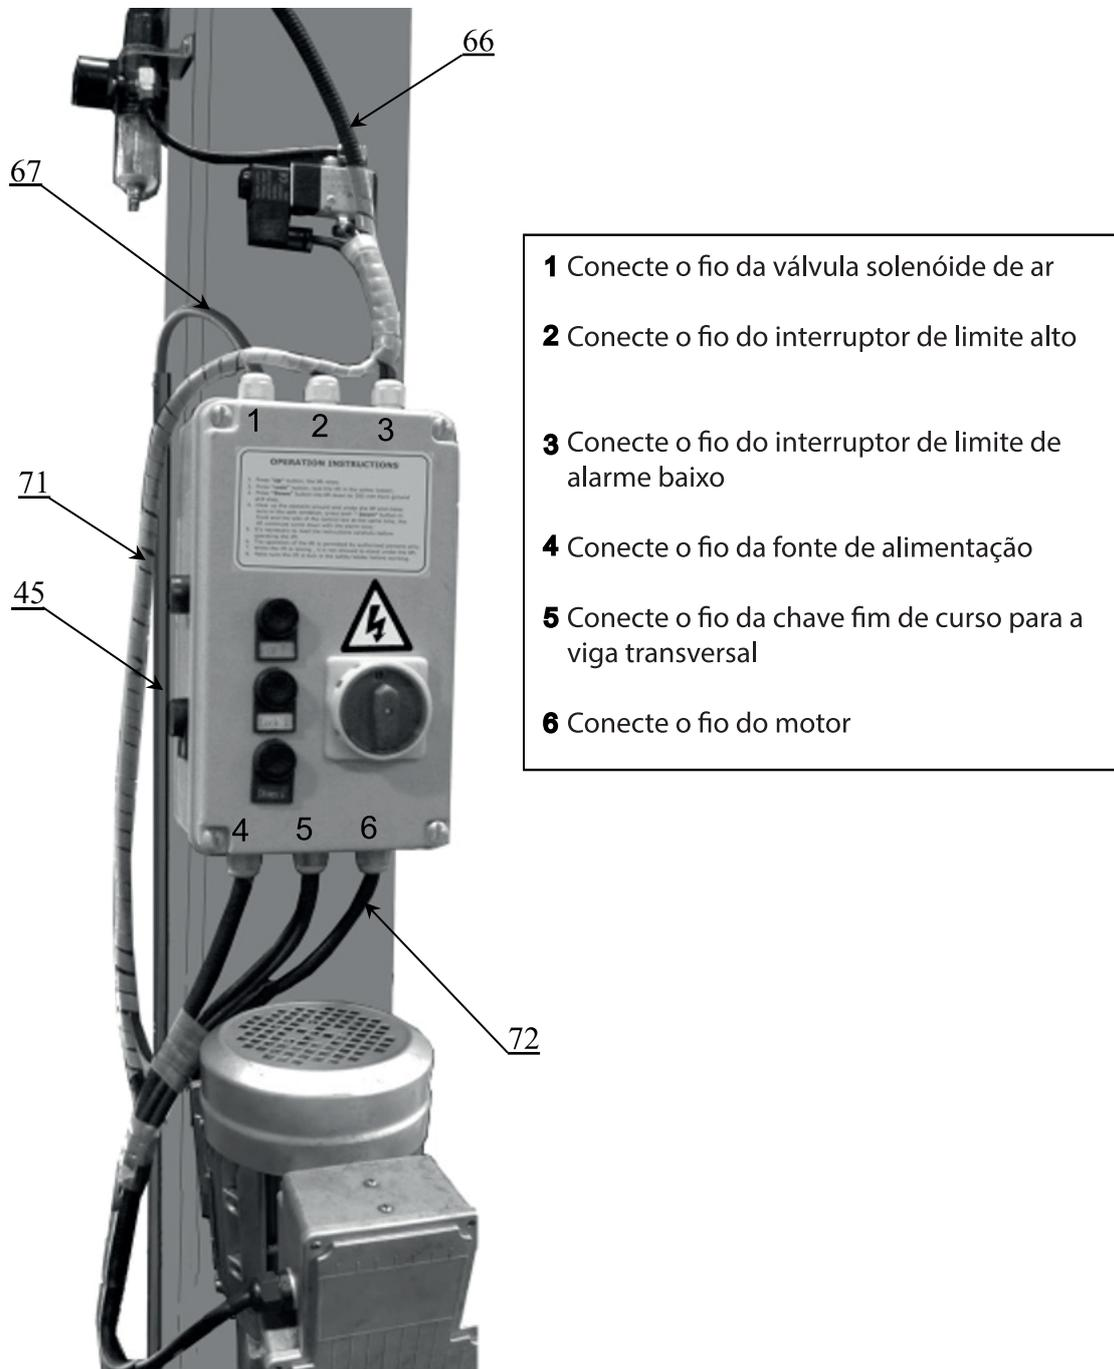

Fig.33
4. Fio de conexão com caixa de controlo (Ver Fig. 33).